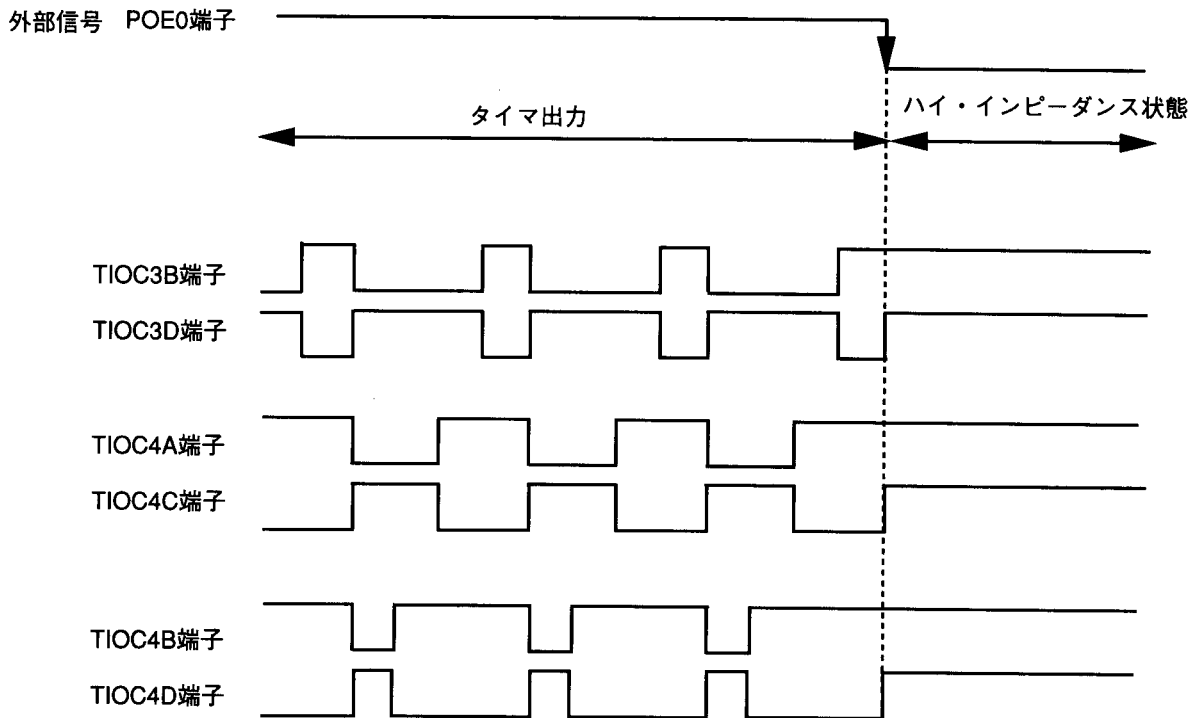

図2.8.1 外部トリガによる波形の遮断例
- (1) 図2.8.1に示すように、外部信号の立ち下がりエッジに同期してタイマの出力波形をハイ・インピーダンス状態とすることで波形の遮断を行います。